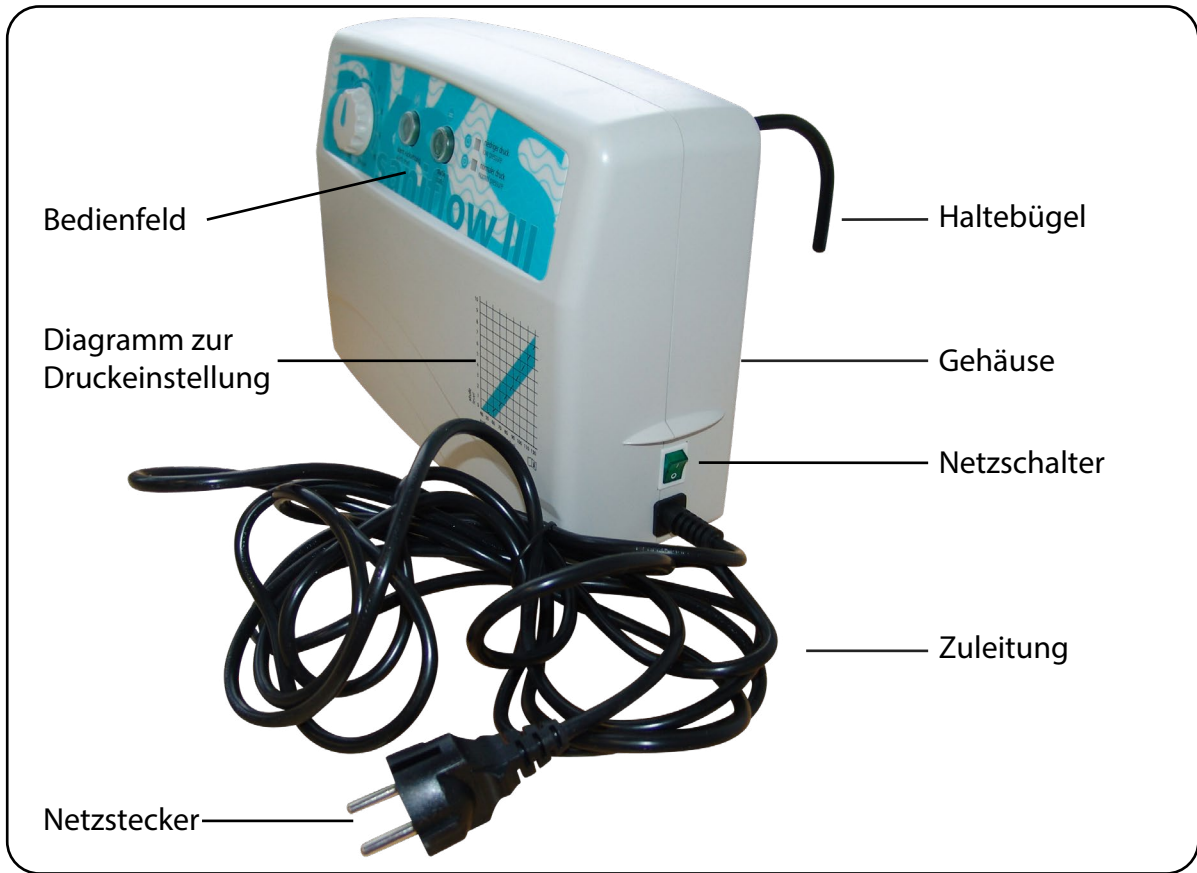
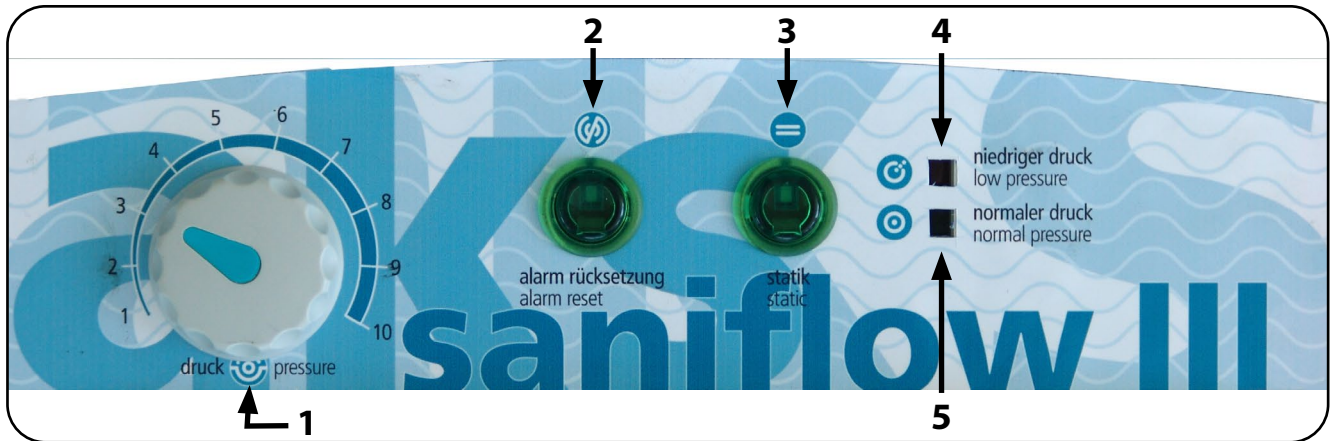
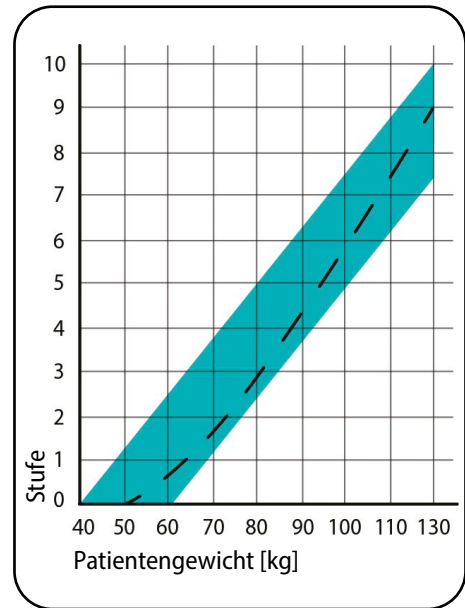

Abb. 5.01 - Aggregat Frontansicht
Abb. 5.1.01 - Bedienfeld saniflow® III Aggregat
Abb. 8.1.01 - Einstellung Leistungsstufe
Über den Druckregler auf dem Bedienfeld des Aggregates (Abb. 5.1.01) wird der Fülldruck im Verhältnis zum Patientengewicht nach einem Diagramm (Abb. 5.01 und Abb. 8.1.01) als Richtwert eingestellt. Die Einstellung ist dabei stufenlos in einem Skalierungsbereich von 1 bis 10 individuell an das Patientengewicht bzw. an die momentane Belastungssituation möglich. Durch den erforderlichen Handtest und ggf. einer Nachregulierung des Fülldrucks wird eine optimale Anpassung an die Besonderheiten des Patienten ermöglicht (siehe Kapitel Bedienung/Anwendung Abschnitt **Normalbetrieb**).
Durch ein optisches Alarmsignal „niedriger druck“ (Abb. 5.1.01) und einem akustischen Alarmsignal wird ein möglicher Druckverlust bzw. Druckabfall im System signalisiert und somit das Risiko des Durchliegens minimiert. Um eine dauerhafte Lärmbelästigung zu vermeiden kann bei Eintreten eines Druckverlustes das akustische Alarmsignal separat mit der Taste für die Rücksetzung des Alarms (Abb. 5.1.01) ausgestellt werden. Das optische Alarmsignal weist weiterhin auf den Druckverlust hin, bis dieser behoben ist.
Das Produkt kann zusätzlich über die Taste „statik“ am Aggregat (Abb. 5.1.01) vom Betriebsmodus Wechseldruck in den Betriebsmodus Statik und umgekehrt umgeschaltet werden. Im Betriebsmodus Statik werden beide Luftkammerkreise in der Wechseldruckmatratze mit dem eingestellten Fülldruck gleichzeitig befüllt.
10. Das Aggregat verfügt über eine Aufhängevorrichtung (2 Haltebügel) sowie 4 Aufstellfüße an der Unterseite (Abb. 5.01 und Abb. 5.02). Hängen Sie das Aggregat mit den beiden umklappbaren Haltebügeln an das Fußende des Bettes oder stellen Sie es mit der Unterseite auf eine ebene Ablagefläche neben das Bett.
13. Überprüfen Sie, dass der Netzschalter (grün) des Aggregates auf „aus“ (0) steht. Der Netzschalter befindet sich auf der rechten Gehäusesseite (Abb. 5.01).
1. Schalten Sie das Aggregat mit dem Netzschalter ein (Abb. 5.01). Die Betriebskontrollleuchte im Netzschalter leuchtet grün auf. Gleichzeitig leuchtet die rote LED „niedriger druck“ auf und der Alarm ertönt (Abb. 5.1.01). Deaktivieren Sie beim ersten Aufpumpen durch Drücken des Alarmrücksetzungstasters (Abb. 5.1.01) den akustischen Alarm.
2. Drehen Sie den Druckregler (Abb. 5.1.01) auf den Skalenwert 10, damit sich der Betriebsdruck in der Wechseldruckmatratze aufbauen kann.
3. Hat die Wechseldruckmatratze ihren Betriebsdruck erreicht, erlischt die rote LED „niedriger druck“ und die grüne LED „normaler druck“ (Abb. 5.1.01) leuchtet auf.
4. Aktivieren Sie wieder durch Drücken des Alarmrücksetzungstasters (Abb. 5.1.01) den akustischen Alarm. Die LED im Taster erlischt.
9. Anschließend stellen Sie die Leistungsstufe ein. Die optimale Leistungsstufe hängt von mehreren Faktoren ab. Hierzu gehören in erster Linie das Patientengewicht und die Auflagefläche des Patienten. Für die Einstellung kann Ihnen das Diagramm (Abb. 8.1.01) einen ersten Anhaltspunkt liefern. Dieser Wert dient nur als Richtwert zur groben Druckeinstellung und stellt keine genaue Angabe für das Einsinkverhalten des Körpers dar.
Betätigen Sie dazu die Taste „statik“ (Abb. 5.1.01). Der Betriebsmodus Statik wird durch das Aufleuchten der LED in der Taste „statik“ signalisiert. In diesem Betriebsmodus regelt das System den Innendruck in beiden Luftkammerkreisen der Wechseldruckmatratze auf den Wert, der zuvor im Wechseldruckmodus eingestellt wurde.